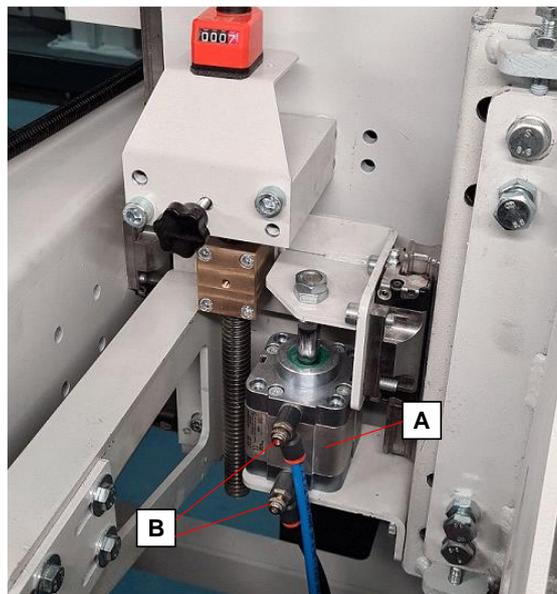

Abb. 4.4.10.3
Abbildung 4.4.10.3 zeigt einen der Pneumatikzylinder (A) für die Zeiteingabe der aus der oberen und unteren Schleifplatte bestehenden Arbeitselemente. Die Abwärts- und Aufwärtsgeschwindigkeit kann über die Durchflussregler (B) an den jeweiligen Förderzylindern variiert werden. Die Wirksamkeit des Schaltpunkts hängt von der Vorschubgeschwindigkeit des Werkstücks und der Drehrichtung der Platten ab. Das Zeiterfassungssystem wird direkt über die Einstellungen am Hauptbedienfeld der Maschine verwaltet. Bitte beachten Sie die dieser Anleitung beiliegende Softwareanleitung „Programmierung Schleifmaschine Q-SAND 6“.